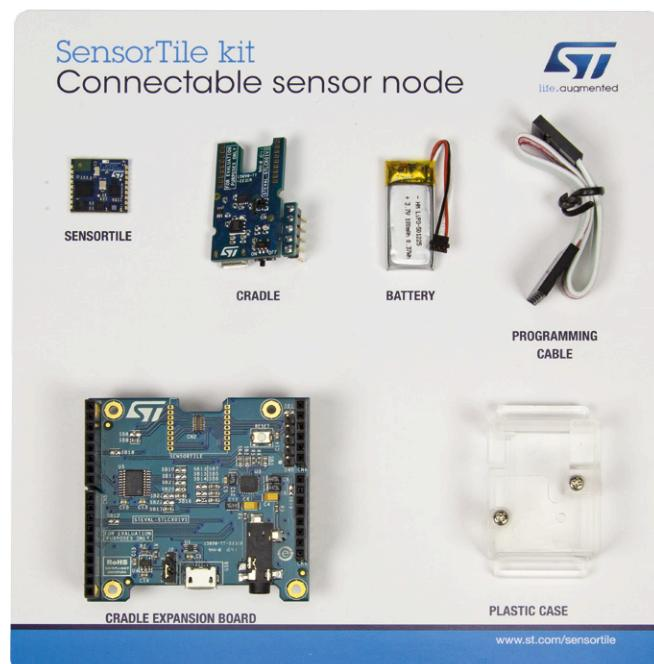

Figure 4. Le kit SensorTile avec tous ses composants.
STMicroelectronics (ST) a depuis peu commercialisé un kit très intéressant du nom de **SensorTile** [4] dont le prix avoisine 80 € (**figure 4**). Intéressons-nous au SensorTile de la taille d'une pièce de monnaie, basé sur le microcontrôleur STM32L476 (M4, 80 MHz, 1 Mo de flash) et le BlueNRG-MS pour la communication BLE. Il dispose d'un microphone, d'un baromètre et d'un accéléromètre, d'un gyroscope et d'un magnétomètre. Les connexions